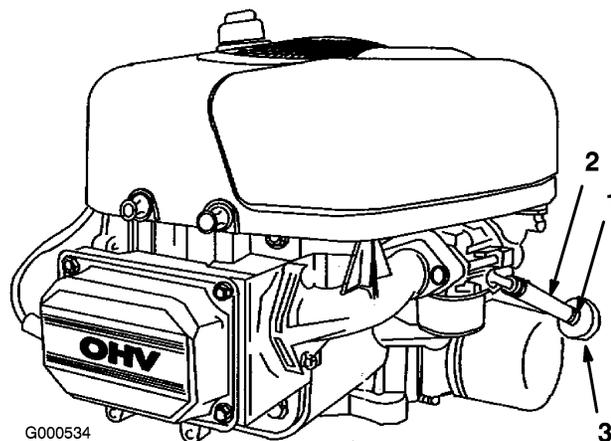

Figure 28
4. Desserrez le collier de serrage au niveau du filtre à carburant et éloignez-le du filtre en le poussant le long de la conduite d'alimentation (Figure 28).
5. Débranchez la conduite d'alimentation du filtre (Figure 28).
7. Raccordez la conduite d'alimentation au filtre. Rapprochez le collier de serrage du filtre pour fixer la conduite d'alimentation (Figure 28).